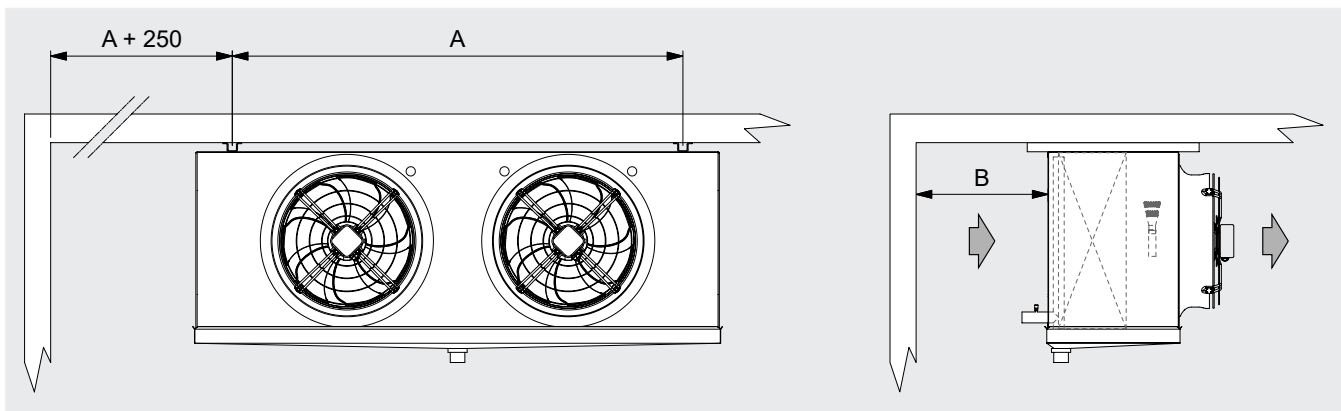

Abbildung 5
- 6.9 Sorgen Sie für ein ausreichendes freies Volumen (ca. 30% des Innenvolumens der Zelle) für eine ordnungsgemäße Luftzirkulation am Ein- und Auslass. Sie den Mindestabstand ein, um die Heizgeräte herausnehmen/einsetzen zu können. Achten Sie auf den Mindestabstand zur Wand. Siehe Abbildung 5, Abmessungen in mm.